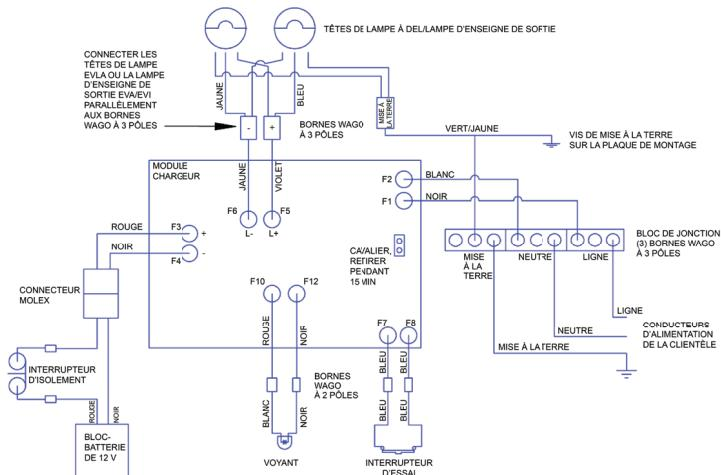

Figure 3. Schéma de câblage
- Brancher le fil bleu de la lampe au fil violet (L+) de la carte du chargeur en utilisant la borne Wago à 3 pôles, puis brancher le fil jaune de la lampe au fil jaune (L-) de la carte du chargeur. Voir les figures 3 et 4.
EDS2129 ou EDSC2129 – Interrupteur d'isolement désigné monté à distance (non fourni). Installer en suivant les instructions fournies avec l'interrupteur d'isolement EDS2129 ou EDSC2129. Effectuer un câblage en série en suivant le schéma de câblage illustré à la figure 3. Pour brancher les fils de l'interrupteur d'isolement, couper le fil rouge de la batterie et attacher un connecteur de fil homologué à chaque extrémité (300 V minimum). Suivre l'étape 16 pour poursuivre le raccordement du câblage d'alimentation.